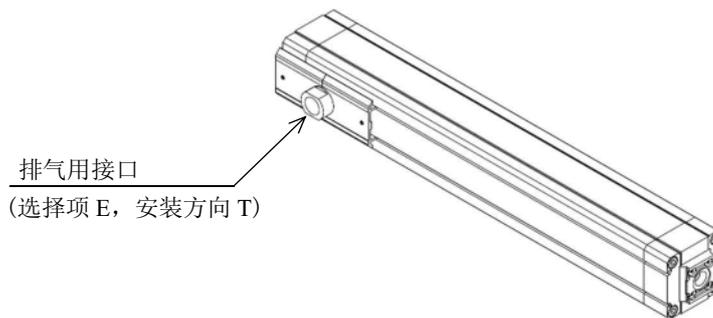

图 6
- 3) 带有排气用接口(选择项 E)的情况，管道连接时请使用内径 8.9mm 以上，长度 2m 以内的胶皮管或者管材。（如图 6 所示）